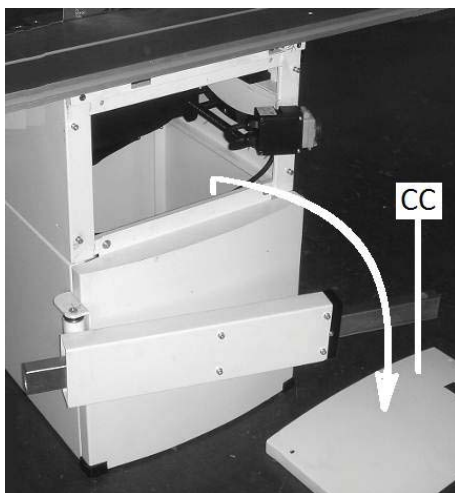
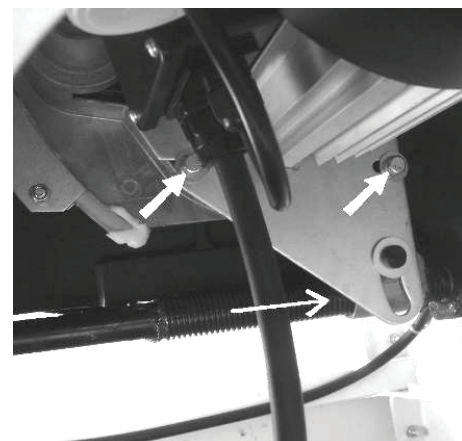

Рис. 25
Рис. 27
- Отключите станок. Открутите болты и снимите переднюю крышку станка. (CC, рис. 25).
- Отключите станок. Снимите переднюю крышку станка. (CC, рис. 25). Снимите 2 шестигранные винта (рис. 27)